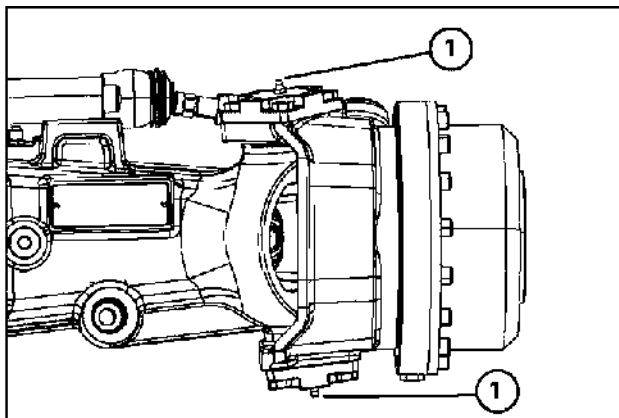
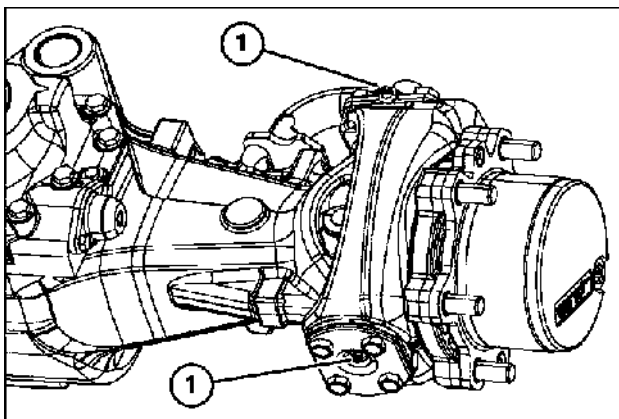

Рис. 7-42. Комплектация F — XL — N
Рис. 7-43. Комплектация V
- Шарниры поворотных кулаков передней оси полноприводной версии (по 2 шт. с каждой стороны) (1 — рис. 7-42) (1 — рис. 7-43).